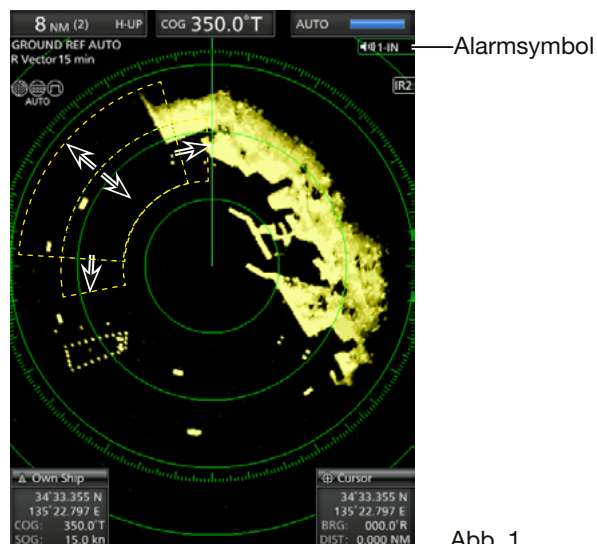

Abb. 1
- Das Alarmsymbol (🔊)) erscheint oben rechts auf dem Bildschirm und die voreingestellte(n) Alarmzone(n) werden angezeigt. (Abb. 1)
- Der Startbereich wird auf dem Bildschirm angezeigt. (Abb. 1)